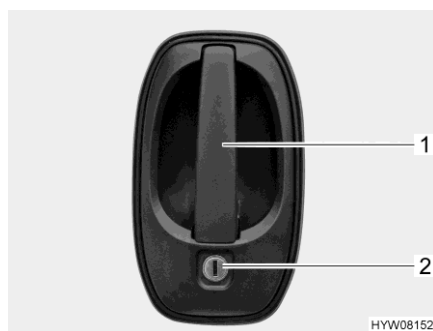

Fig. 40 Serrure de la porte (porte chauffeur/cellule à l'extérieur)
- Insérer la clé dans le barillet (Fig. 40,2) et la tourner jusqu'à ce que la serrure de la porte soit déverrouillée.
- Tirer sur la poignée de la porte (Fig. 40,1). La porte est ouverte.
- Insérer la clé dans le barillet (Fig. 40,2) et la tourner jusqu'à ce que la serrure de la porte soit verrouillée.